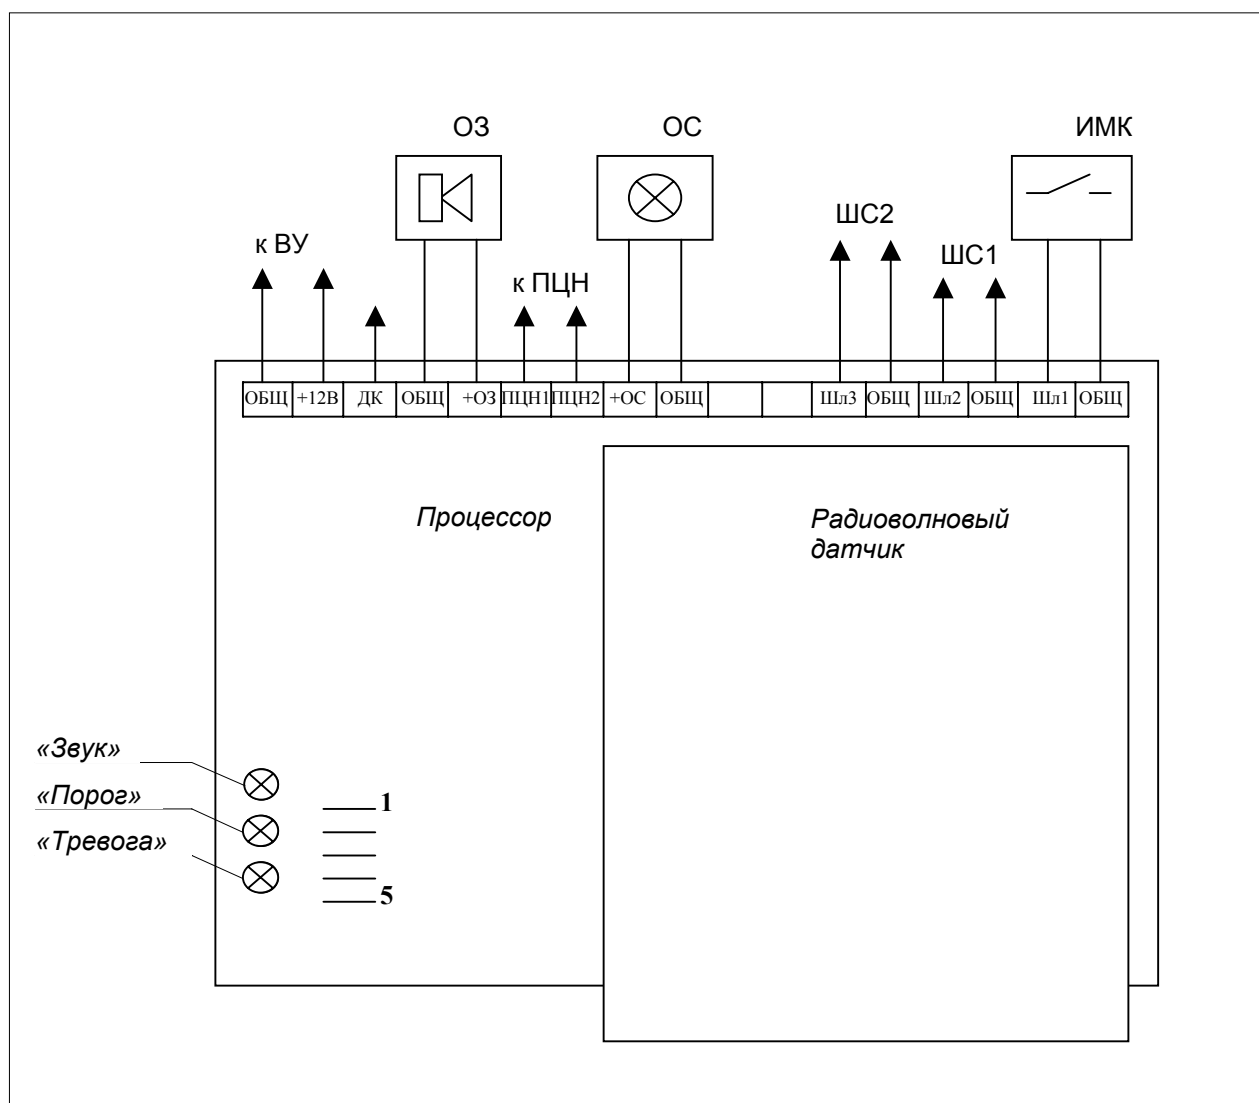

Рис. 1.2
1.4.3 На плате процессора (см. рис. 1.2) размещены: радиоволновый датчик, перемычки «1» – «5», светодиодные индикаторы и коммутационные колодки.